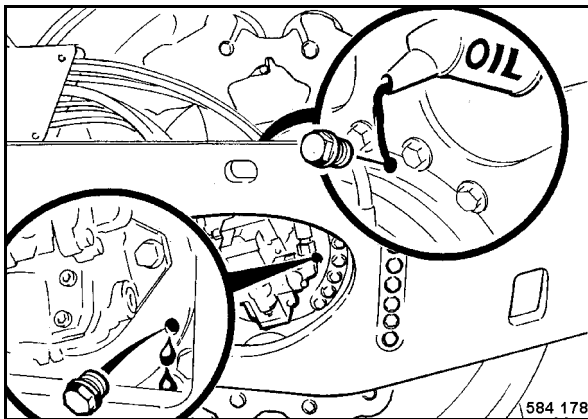

Fig. 158
- Cargar aceite por el taladro de llenado de aceite (Fig. 158) hasta el nivel de aceite se encuentra en la arista inferior del agujero de control.